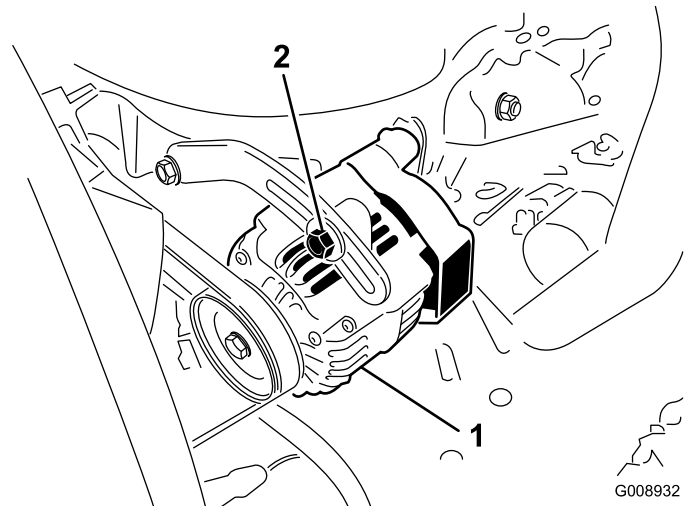

Figura 63
- Si la desviación no es de 10 mm ($\frac{3}{8}$ "), afloje los pernos de montaje del alternador (Figura 63).